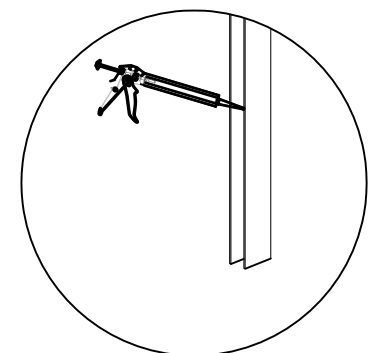

Fig. 11
11. Une fois bien positionné, vérifiez le niveau et l'aplomb, puis appliquez un mince cordon de silicone 100 % transparent au bas intérieur du profilé vertical. Voir la figure 11.